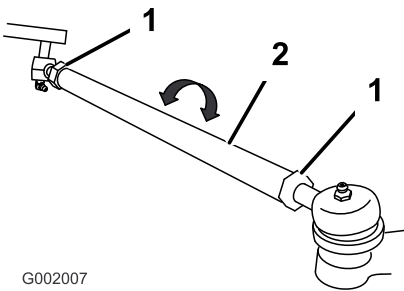

图 52
5. 如果测量值超出规定的范围应松开横拉杆两端的锁紧螺母图 52。